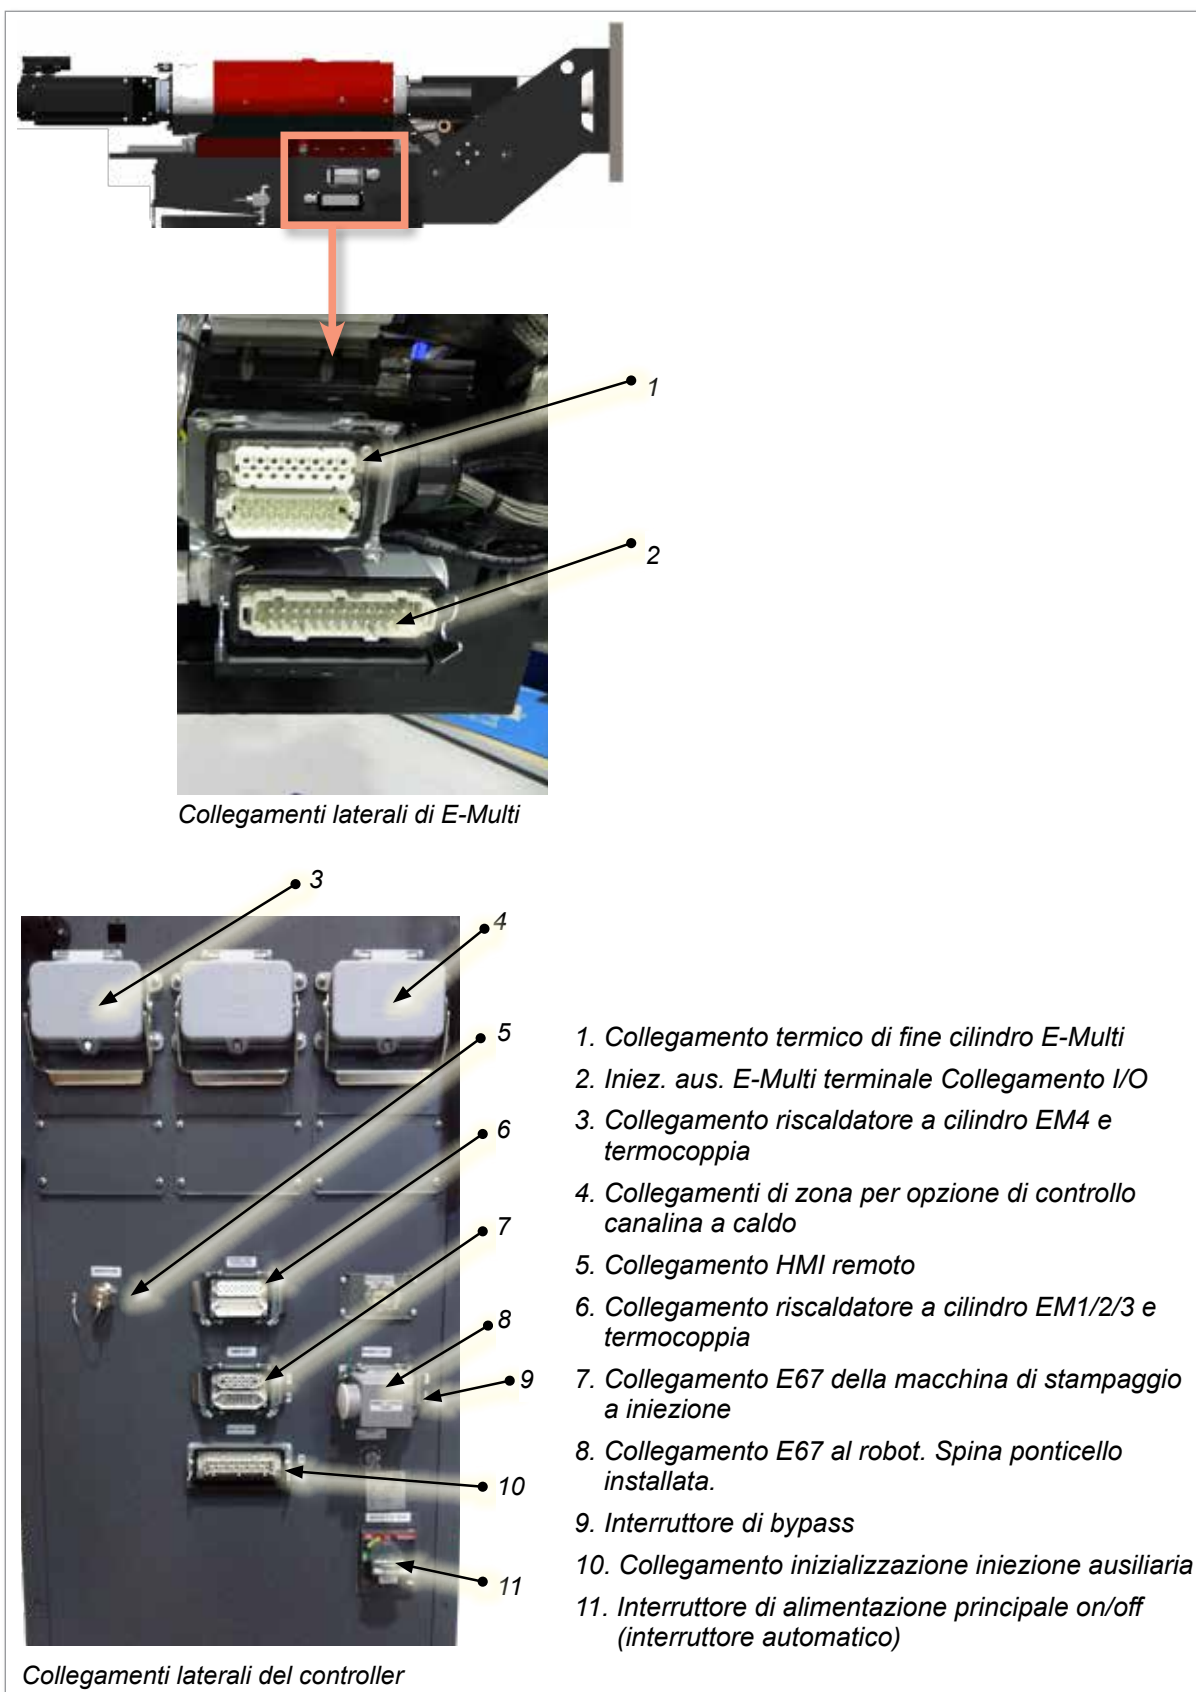

Figura 7-4 Posizioni dei collegamenti E-Multi
5. Collegare la "FINE CONTROLLER" dei cavi al "CONNETTORE DI RISCALDAMENTO DEL CILINDRO" e all'"UNITÀ AUX INJ" sul controller. Vedere la Figura 7-4 a pagina 7-3.
Se non si utilizza un robot, collegare la spina del ponticello del robot al connettore "ROBOT E67" sul controller (vedere la Figura 7-4 a pagina 7-3).
Le unità E-Multi sono disponibili con unità HMI (Human Machine Interface) palmari opzionali per consentire il controllo dell'unità di iniezione E-Multi quando l'accesso al controller è scomodo. L'HMI palmare si collega al connettore "HMI PALMARE" sul controller (vedere la Figura 7-4 a pagina 7-3).